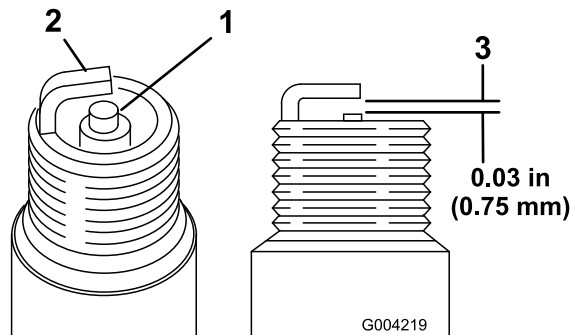

図 16
- 中央の電極部を観察する図 16。絶縁体部がうす茶色や灰色なら適正、碍子が黒くなっているのは不完全燃焼であるエアクリーナの汚れが原因であることが多い。
- プラグの電極間のエアギャップ図 16を点検し、
- 適正值から外れていれば外側の電極図 16を曲げて調整する。